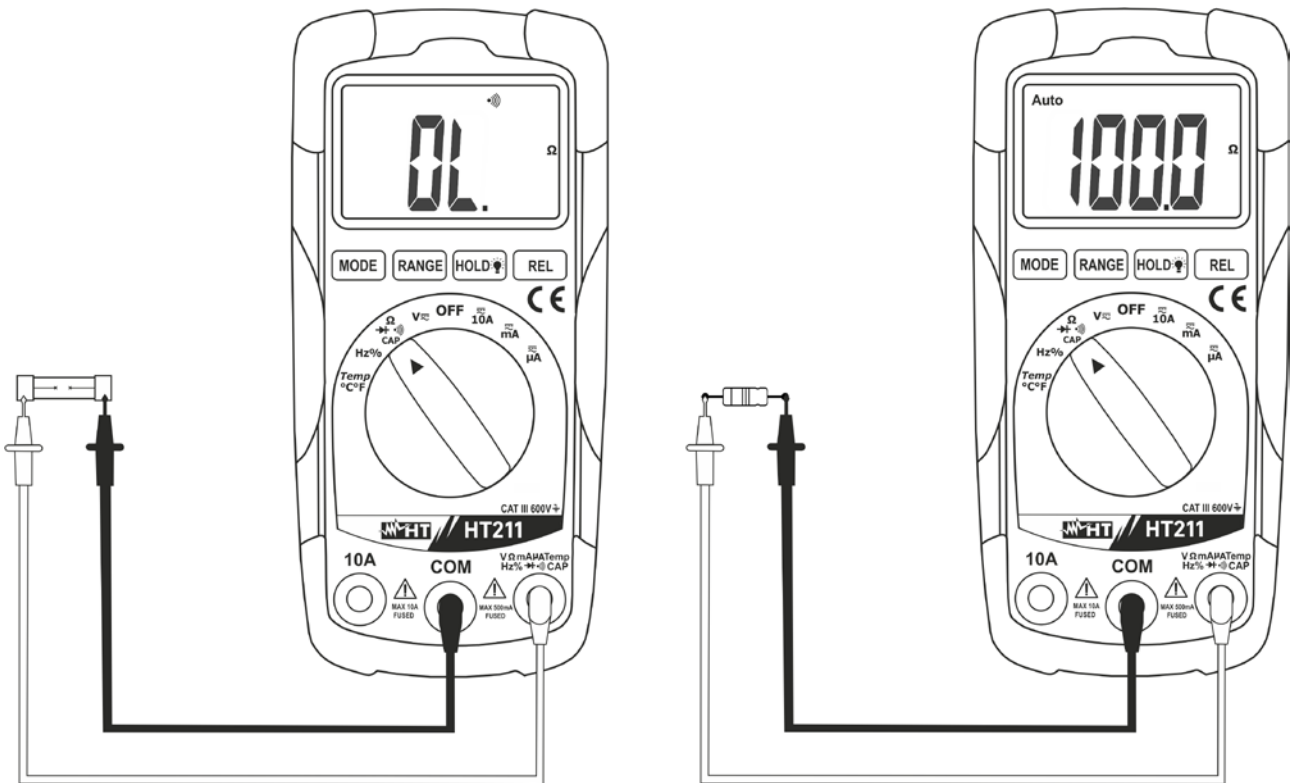

Abb. 6: Widerstandsmessung und Durchgangsprüfung
4. Verbinden Sie nun die rote und die schwarze Messleitung mit dem Prüfling wie oben gezeigt (s. Abb. 6 rechts). Der Widerstandswert wird im Display angezeigt
6. Durch Drücken der **MODE** Taste, erscheint das Symbol "•)" im Display und die Durchgangsprüfung ist aktiv (s. Abb. 6 rechts). Der Summer ertönt bei Widerstandswerten  $< 150\Omega$